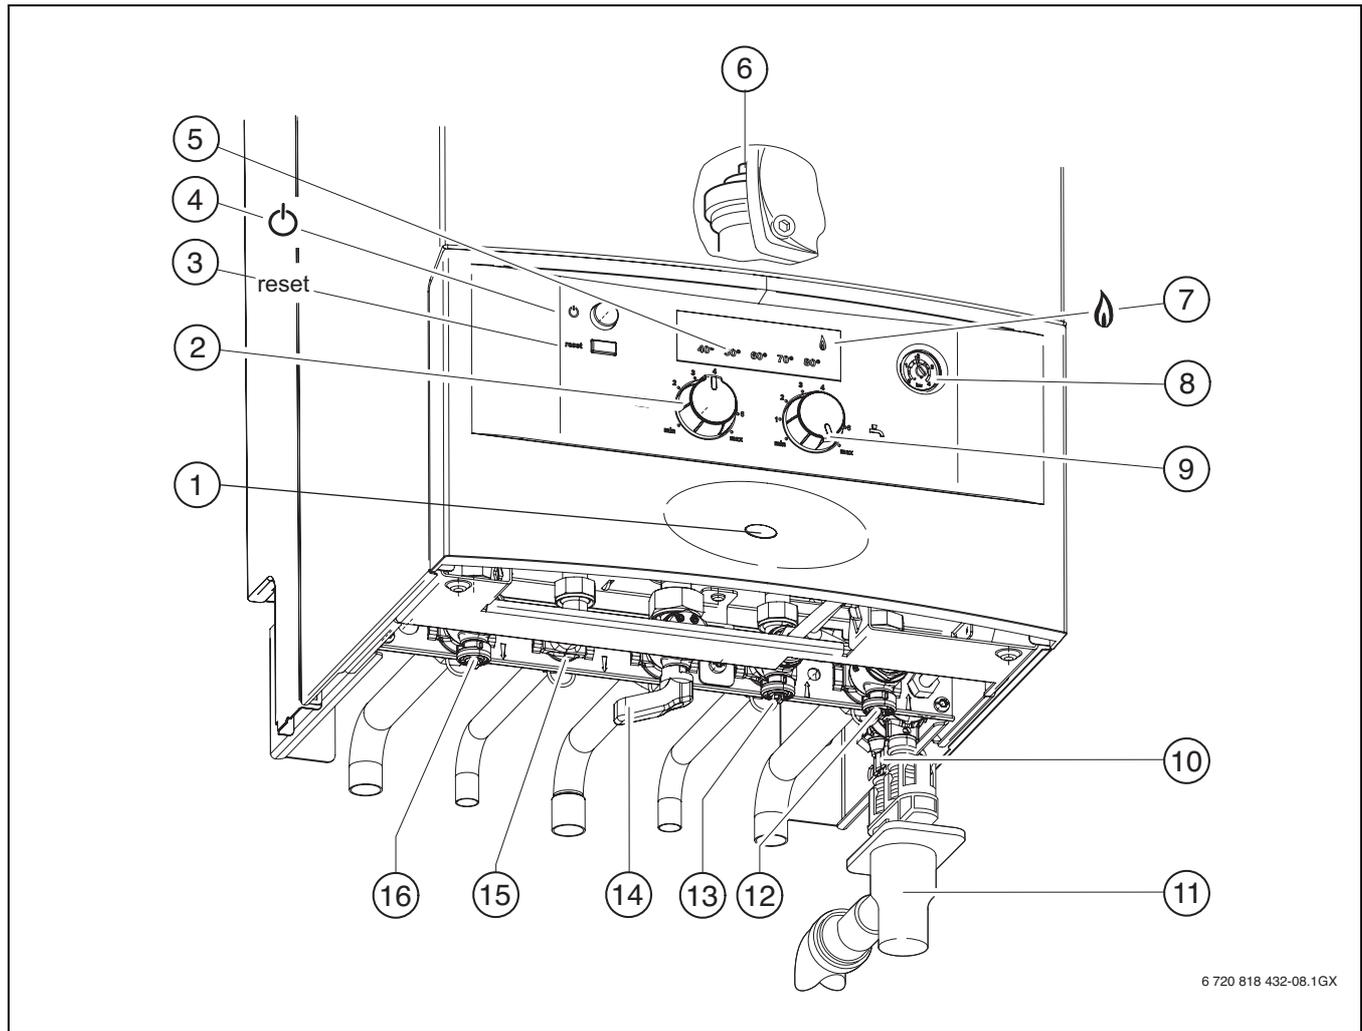

Fig. 22
- Ouvrir le robinet d'eau froide (→ fig 22, [13]).
- Ouvrir le robinet de départ du chauffage et le robinet de retour du chauffage (→ fig 22, [12] et [16]), remplir l'installation de chauffage à une pression comprise entre 1 et 2 bars et fermer le robinet de remplissage.
- Ouvrir le robinet de gaz (→ fig 22, [14]).
- ▶ Ouvrir le purgeur automatique (→ fig. 22, [6], page 22).